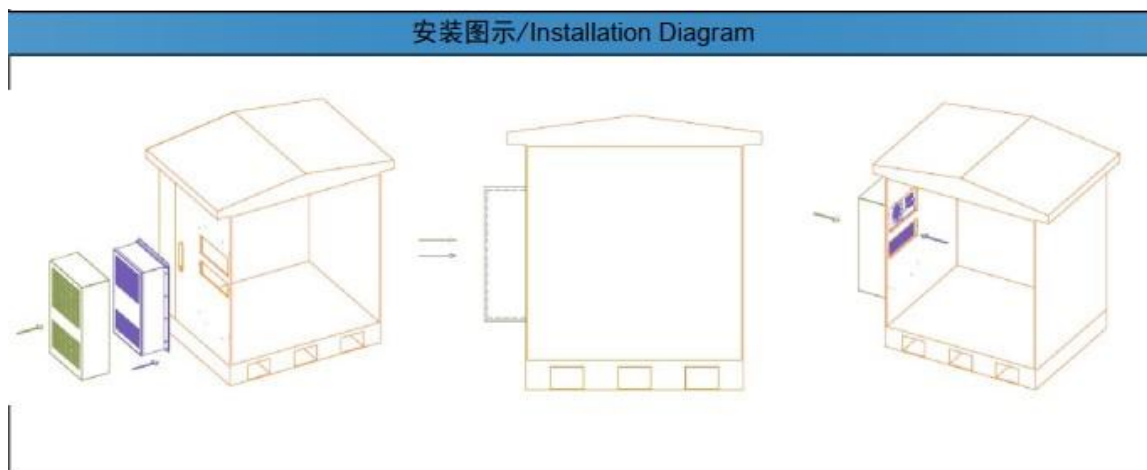

图 5-1 安装示意图 Figure5-1 Installation diagram
- 4) 使用 M5 螺栓, 依次穿上 M5 弹垫和 M5 平垫, 将交流机柜空调按图 5-1 安装在机柜上;
Installed the AC Cabinet Air Conditioner on the cabinet use M5 screw, flat pad, spring pad, as Figure5-1